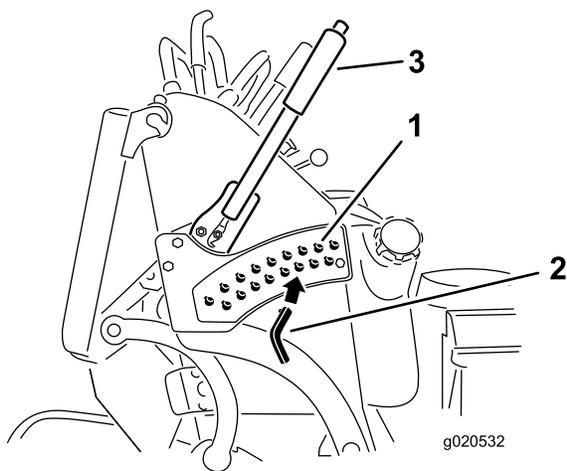

Figura 27
3. Selecciona um orifício, no suporte da altura de corte, que corresponda à altura de corte desejada e insira o pino (Figura 27).
4. Empurre o botão na parte superior e desça a alavanca da altura de corte para o pino (Figura 27).